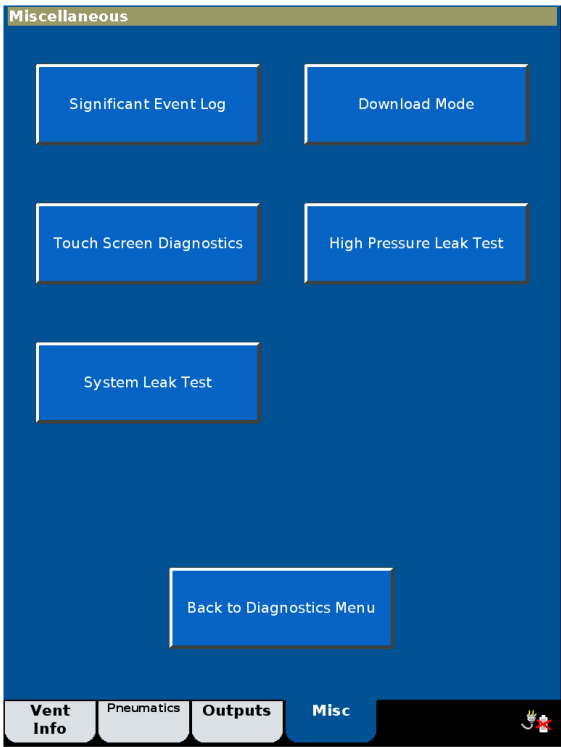

Figura E-11: Pantalla Miscellaneous (Varios)
- 2. Se abre la pantalla **Miscellaneous** (Varios) (Figura E-11). Seleccione **Significant Events Log** (Registro de eventos importantes).